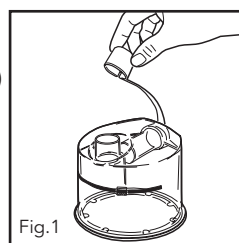

Fig.1
- b. Retire los tapones azules y deséchelos (Fig. 1).